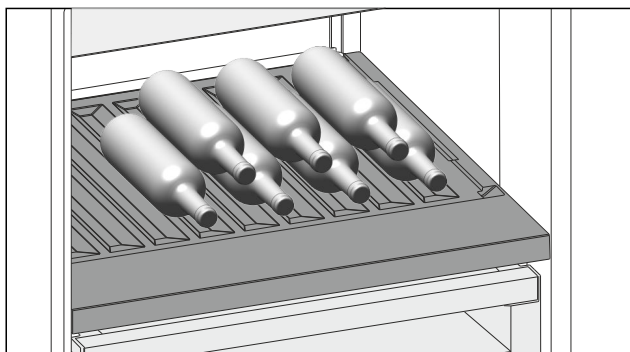

Fig. 113 Примерно изображение
- ▶ Поставете бутилките с дъното назад към задната стена. (виж Fig. 113)